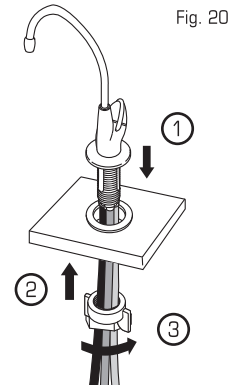

Fig. 20
3. **A la vez de sostener el empaque** de hule espuma en su lugar, contra la estructura del grifo, baje el vástago del grifo eSpring y los tubos por el orificio en el mostrador o borde del fregadero (1). Con un ayudante que sostenga el grifo en su lugar, **alcance** por debajo del mostrador y **deslice** la tuerca de mariposa en el grifo roscado (2). **Coloque** el grifo en la orientación deseada y **ajuste** la tuerca de mariposa para fijar el grifo en su lugar (3) (Fig. 20).